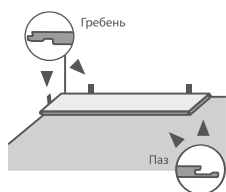

Рисунок 18
13.3 Стартовую планку первого ряда уложить в левом углу гребнями замка к стене, пазами — к укладчику. Между планкой и стеной установить распорные клинья (см. Рисунок 18).